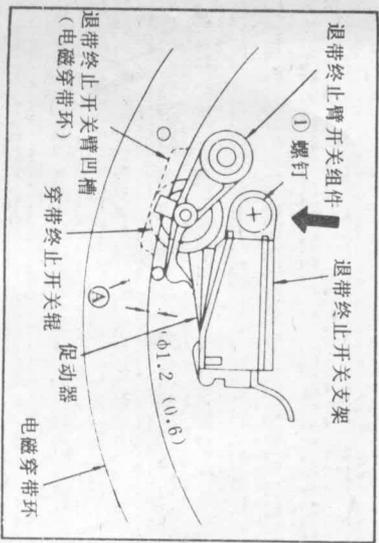

图 35 退带终止开关位置调整
- (2) 退带终止开关位置的检查及调整**
- 用手转动电磁穿带环, 确认在退带终止开关臂组件进入退带终止开关凸槽内后, 当 $\phi 1.2$ 销插入 \textcircled{A} 部 (图 35) 时该开关是否松开。确认插入 $\phi 0.6$ 销时, 该开关并未松开。